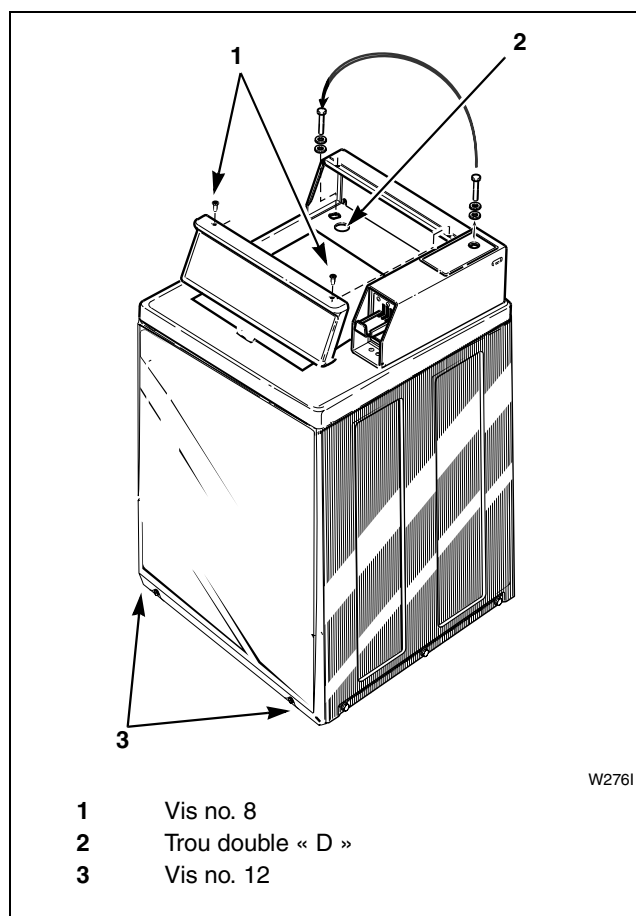

Figure 18
1. Démontez la vis à tête hexagonale, de la porte d'accès d'entretien (se reporter à *Figure 18*).